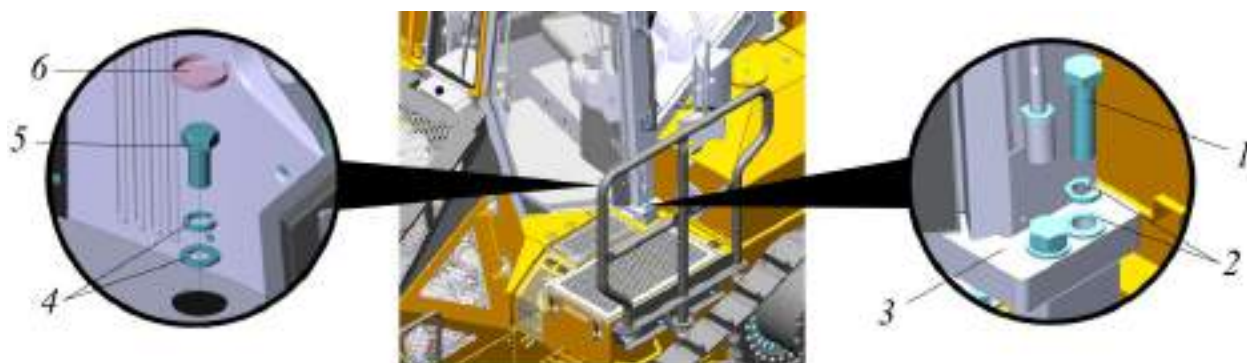

Рисунок 5.25. Крепление передних опор кабины
Ключом  на 36 выкрутить по два болта 1 из каждой опоры 3, снять шайбы 2, рис. 5.25.
- Спереди закрепить кабину штатным крепежом, см. поз. 1-2 рис. 5.25.